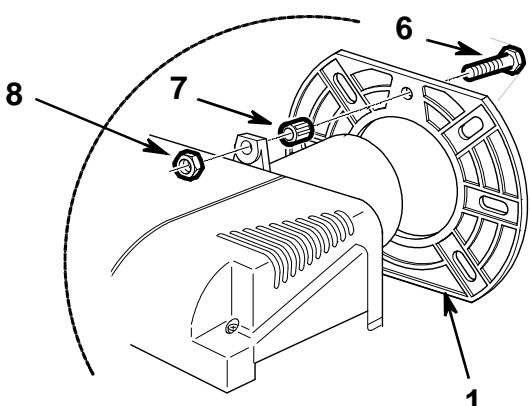

Fig. 5
- Fije el bulón (6) y la tuerca (7) en la brida (1) como se muestra en la Fig. 5.